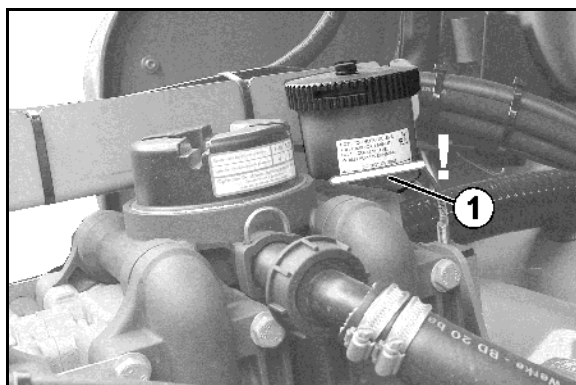

图 199
2. 必要时在泵机未运行时补充油（最多至标记图 199/1）。
5. 交替向左和向右转动驱动轴，慢慢充入新油。在标记（图 199/1）看到油后，表示油量正确。